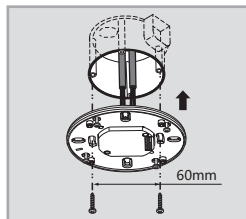

FIG.9
- Fije la caja de potencia a la caja de conexiones mediante dos tornillos. (Ver FIG.9).